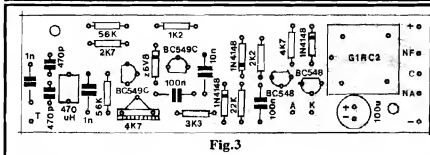

Fig.3
- FIG. 3 - CHAPEADO DA MONTAGEM - Chamamos de "chapeado" (um termo herdado do tempo "da válvula"...), à vista real dos componentes já interligados para "formar" o circuito... No caso, temos a placa vista pelo seu lado não cobrado, todas as peças devidamente posicionadas, identificadas pelos seus códigos, valores, polaridades e mesmo certos detalhes estilizados de "aparência", sempre indicados ou mencionados no sentido de prevenir erros, inversões ou "tro-
Terminadas as soldagens, uma conferência final, rigorosa, deve ser feita, restando então cortar as sobras ou excessos de terminais, pelo lado cobreado. Aos novatos, lembramos que o lado da placa mostrado no "chapeado" é sempre o oposto ao cobreado, ou seja: a face **sem cobre** (onde, nas placas fornecidas com os KITS, existe a demarcação em silk-screen, idêntica à vista na fig. 3...). Enfim: as peças e componentes são sempre colocadas pelo lado **não cobreado** da placa... (Parece elementar, mas muito principiante já "dançou" nisso, colocando as peças pelo lado das pistas e ilhas cobreadas...).